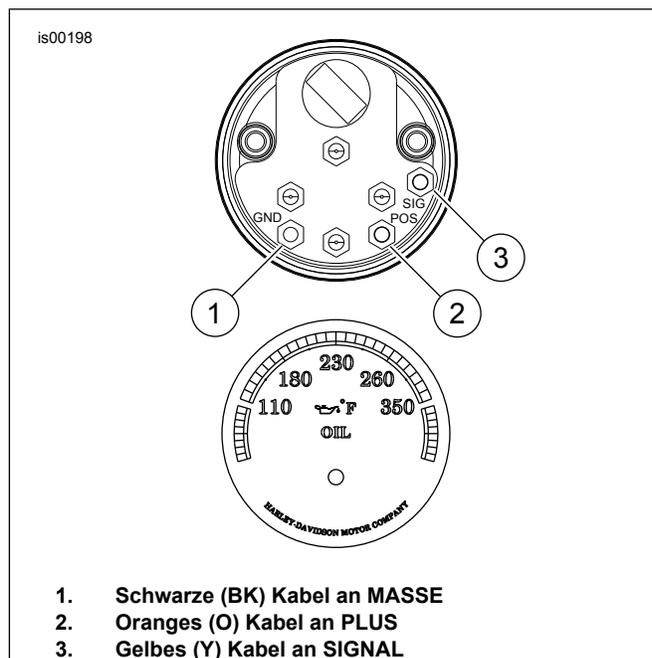

Abbildung 2. Rückseite (oben) und Vorderseite (unten) der Anzeige
5. Verwenden Sie die Packard Quetschverbinderzange (HD-38125-8) zum Abziehen von etwa 9,5 mm (3/8 in) der Isolierung der Kabel des Stromkreises [114] und drücken Sie eine #6 Kabelöse (7) aus dem Satz auf jedes Kabelende.
7. Die drei Sechskantmutter mit Sicherungsscheiben (A) von den Kontaktbolzen an der Rückseite der Anzeige entfernen. Die Kabelösen des Kabelbaums wie in Abbildung 2 beschrieben an die Pole anschließen. Die Kabelösen mit den Muttern befestigen und sicher festziehen.